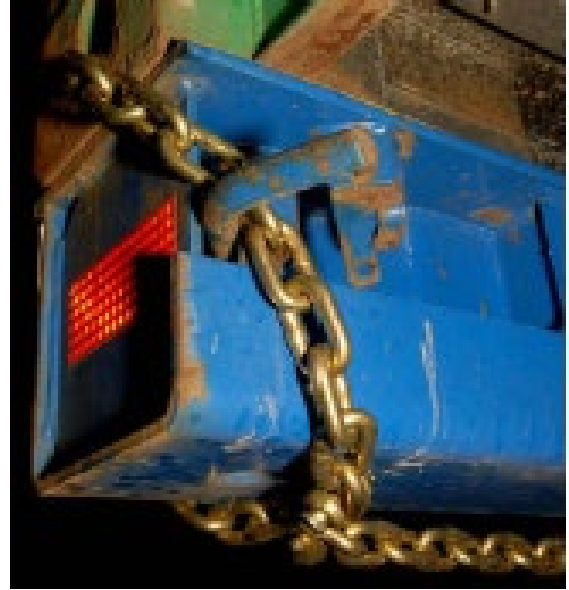

Figura 3: Amarre de la cadena
1. 49 CFR §393.126 permite asegurar una esquina de un contenedor intermodal a un chasis intermodal mediante cualquier dispositivo de sujeción o un dispositivo de bloqueo integral siempre que cada esquina esté asegurada de forma independiente (consulte la Política Operacional 15 Aseguramiento de la Carga b.(13)). Por medio de una interpretación, la Norma 10 del NSC canadiense solo permite el uso de cadenas o cables metálicos para asegurar la esquina de un contenedor intermodal, y solo como amarre temporal para reemplazar un dispositivo de bloqueo integral defectuoso o roto. Se muestra un ejemplo en la Figura 3.